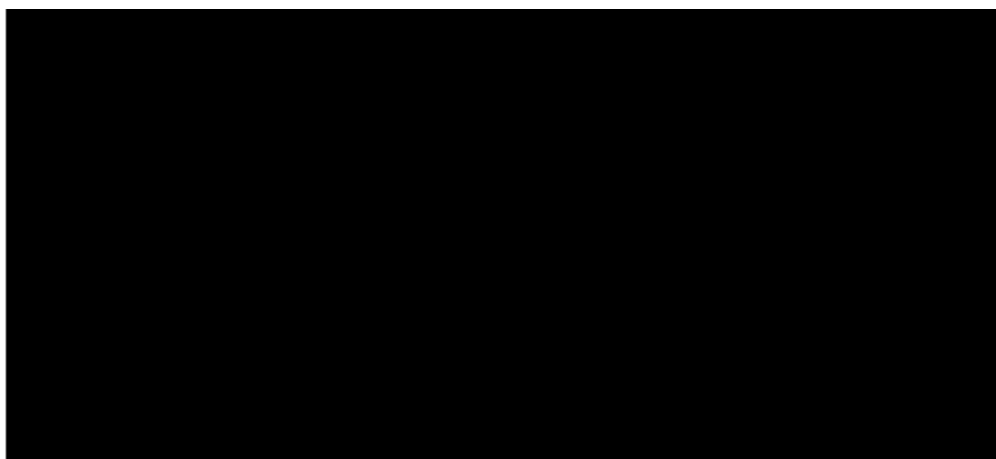

Рис.11
- подсоединить два провода, идущих от клеммной колодки котла **M2** (рис.11), как показано на рис.С.
4. Подсоединить эти 2 провода к клеммной колодке **M2** котла как показано на Рис.11
1. Отвинтить два винта (**a - b** рис.11), которые фиксируют корпус котла;
2. открыть доступ к клеммной колодке **M2** как показано на рис.11;
- откройте доступ к клеммам подключения электропитания (рис.11),
- подключите двухпроводной кабель, идущий от термостата, к клеммам (1) и (2);